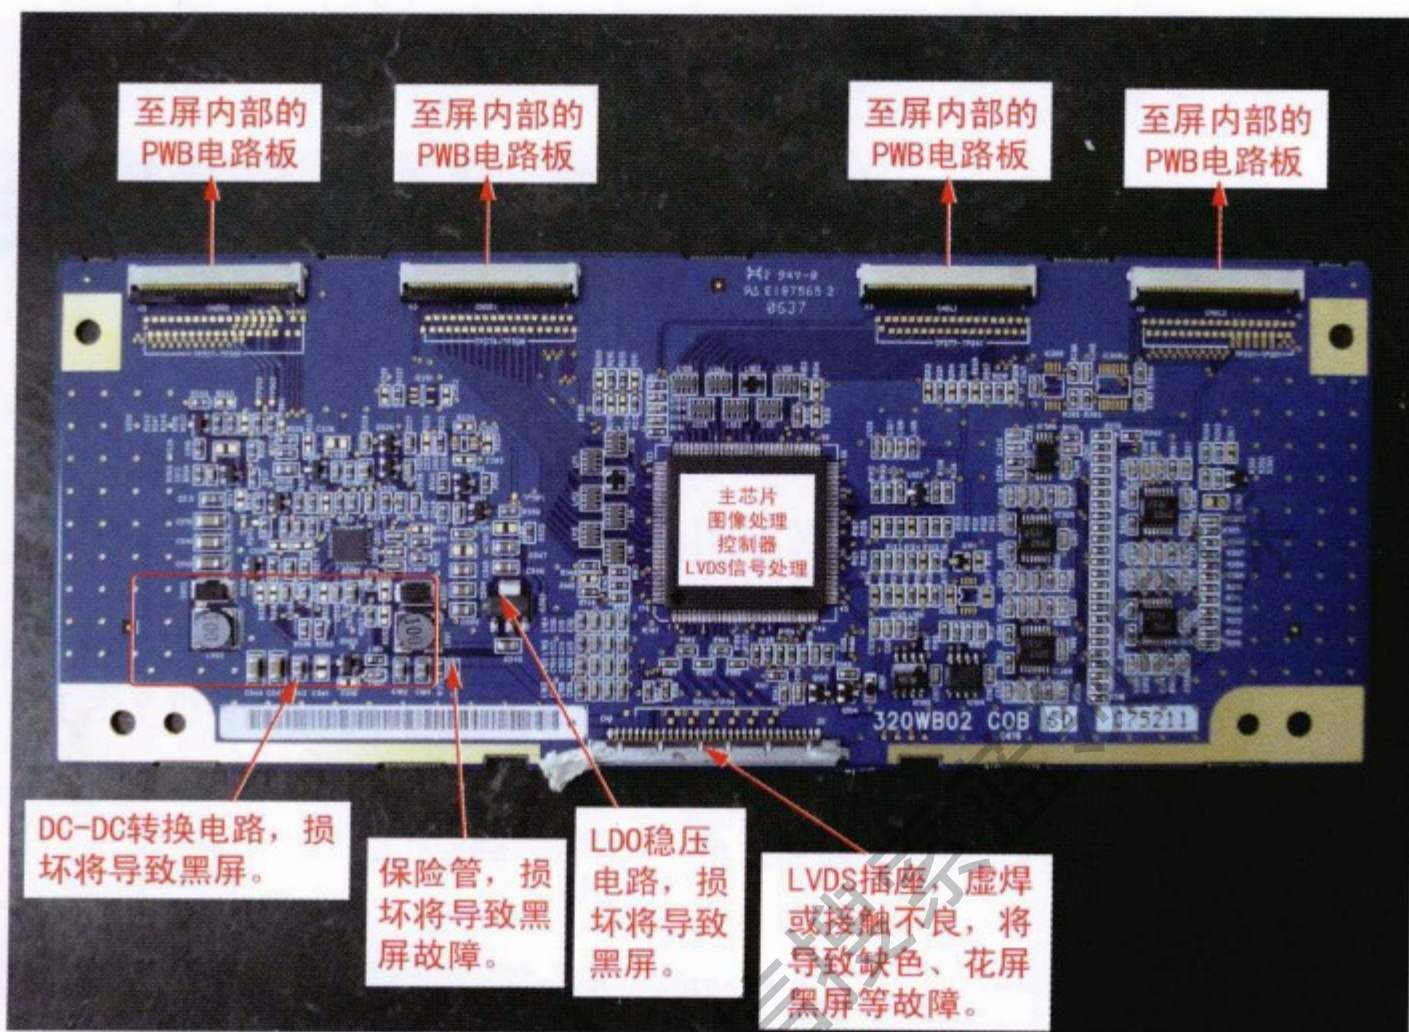

图 4-1-2 华映 (CPT) 32 英寸液晶显示屏逻辑板维修图解
2. 华映 (CPT) 32 英寸液晶显示屏的逻辑板维修图解 (见图 4-1-2)